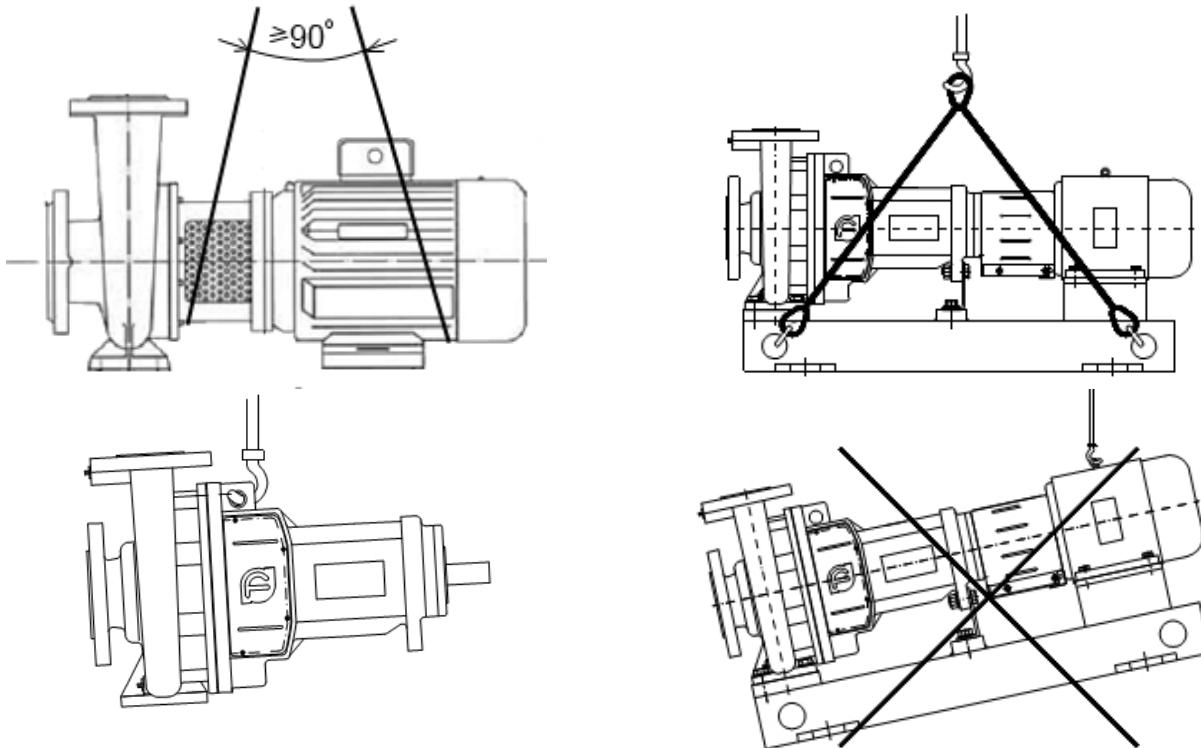

Рисунок 1 Схема строповки агрегата электронасосного серии SMM
При подъеме агрегата электронасосного серии SMM строповку производить по схеме приведенной на рис. 1.
ЗАПРЕЩАЕТСЯ ПОДНИМАТЬ АГРЕГАТ ЭЛЕКТРОНАСОСНЫЙ СЕРИИ SMM ЗА МЕСТА, НЕ ПРЕДУСМОТРЕННЫЕ СХЕМОЙ СТРОПОВКИ (см. рис. 1)!!!
- установить агрегат насосный на заранее подготовленный фундамент (схему строповки см. рис. 1);